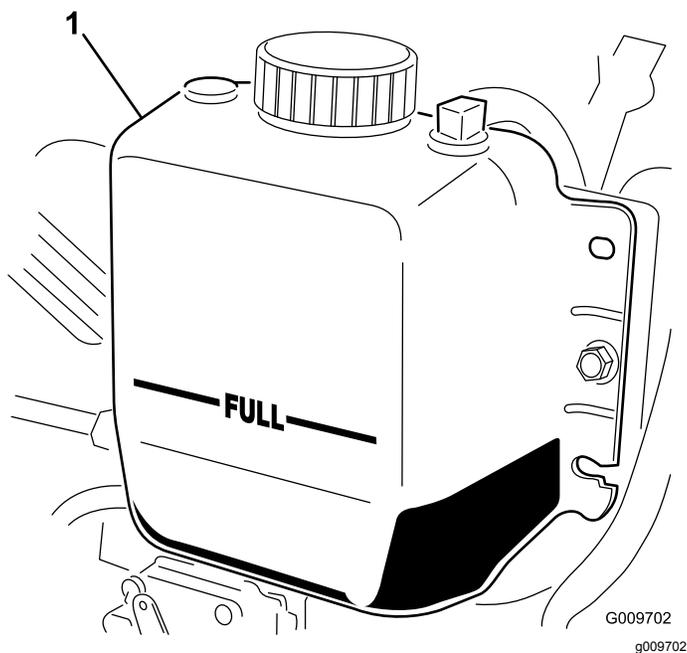

Рисунок 111
3. Проверьте уровень охлаждающей жидкости в радиаторе. Радиатор должен быть заполнен до верха заливной горловины, а расширительный бачок — до метки FULL (Полный) (Рисунок 111).